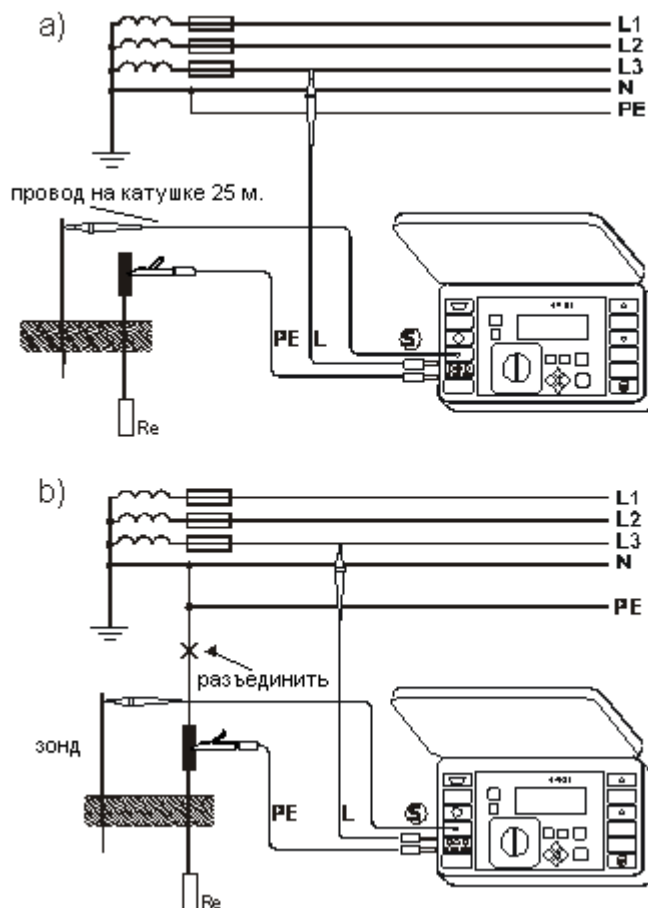

Рис.14. Способ подключения измерителя MPI-511 при измерении сопротивления заземления: а) для сети TN-S и TT, б) для сети TN-C, TN-C-S
Для измерения сопротивления заземления прибором MPI-511, в качестве дополнительного источника напряжения, служащего для создания измерительного тока, используется фазный провод сети. Для исключения влияния сопротивления рабочего заземления, источника и провода фазы, используется дополнительный электрод, вбиваемый в землю (сравнительная земля) и подключенный к гнезду $\boxed{S}$ - Рис.14.
При измерении в сети TN-C, TN-C-S, используя фазу той же сети необходимо разъединить проводник PE, N от измеряемого заземлителя (Рис. 14. б)
- измерительные провода подключить в соответствии с Рис. 14; провод L может иметь произвольную длину;